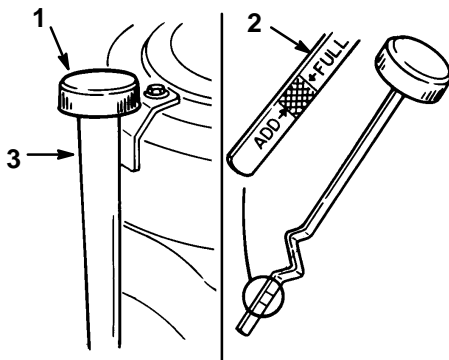

Figure 25
2. Nettoyer les abords de la jauge d'huile (Fig. 25) pour éviter que des saletés ne tombent dans l'ouverture de remplissage et n'endommagent le moteur.
3. Dévisser la jauge d'huile et bien essuyer l'extrémité métallique (Fig. 25).
4. Insérer la jauge à fond dans le goulot de remplissage (Fig. 25) sans la visser, puis la retirer et lire le niveau d'huile sur l'extrémité métallique. Si le niveau est bas, verser lentement de l'huile dans le goulot de remplissage, juste assez pour amener le niveau au repère du plein (F).
5. Verser lentement environ 80% du volume d'huile spécifié page 27 dans le goulot de remplissage (Fig. 25), puis contrôler le niveau d'huile, voir Contrôle du niveau d'huile, page 28. Rajouter de l'huile lentement pour amener le niveau jusqu'à la marque du plein (F) de la jauge.